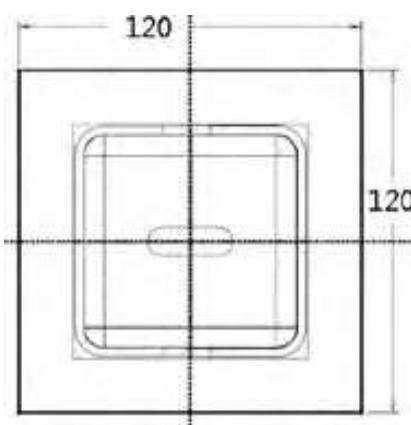

图2-19 绘制矩形
Step 10 单击“矩形”按钮 ，以原点为中心，绘制一个矩形（120mm×120mm），如图2-19所示。